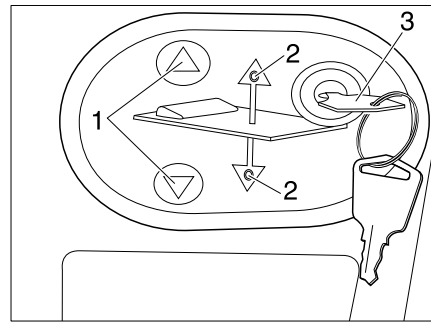

Fig. 162 Panneau de commande pour le lit escamotable électrique
- Insérer la clé (Fig. 162,3) dans le panneau de commande.
- Appuyer sur la touche  ou  (Fig. 162,1) et la maintenir enfoncée. La DEL (Fig. 162,2) respective s'allume et le lit escamotable s'abaisse ou se lève.
- Lorsque la position désirée est atteinte, relâcher la touche  ou  (Fig. 162,1). La DEL (Fig. 162,2) respective s'éteint.
- Retirer la clé (Fig. 162,3).